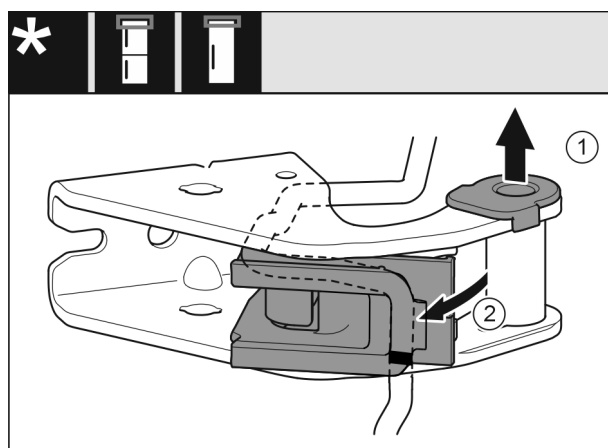

Fig. 26
- ▶ Izvelciet gultņa ieliktni no vadotnes. Fig. 26 (1)
- ▶ Atvirziet kabeļa stiprinājumu. Fig. 26 (2)